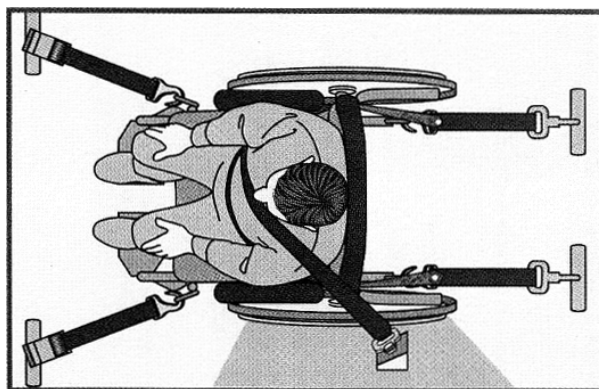

Figura 29
- I tipi di agganci utilizzabili con la carrozzina sono del tipo "Four-Point Tie-Down", ovvero la carrozzina verrà agganciata all'interno del veicolo a motore in 4 punti, 2 anteriori, 2 posteriori, come si vede nella Figura 29.